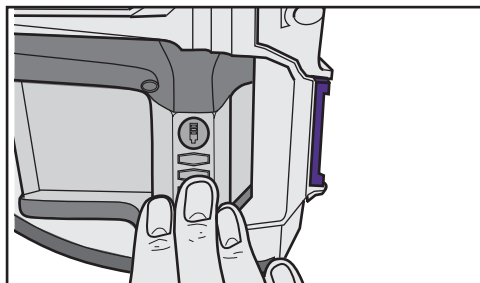

Figure Z2
- b. Push the battery into the vacuum to ensure it is fully seated (Figure Z2). If the battery is pulled before pressing the ejection button, it could become difficult to remove.
- b. Empuje la batería hacia el interior de la aspiradora para asegurarse de que esté completamente asentada (Figura Z2). Si se jala la batería antes de presionar el botón de eyección, podría ser difícil retirarla.
- b. Poussez le bloc-piles dans l'aspirateur pour vous assurer qu'il est bien en place (Figure Z2). Si le bloc-piles est tiré avant d'appuyer sur le bouton d'éjection, il risque d'être difficile à retirer.